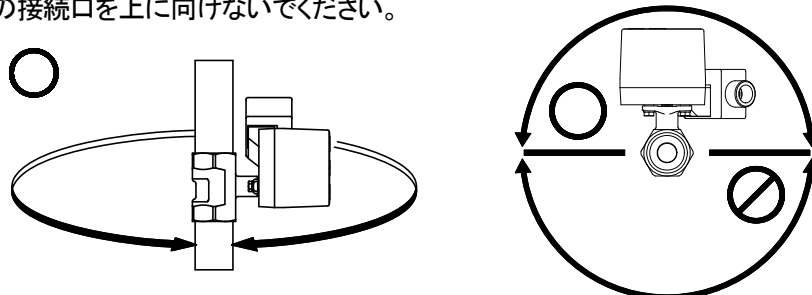

図 12
- アクチュエータ内部に水が浸入する可能性のある下向きバルブ取付けは行わないでください。配管可能な取付け姿勢は図12の通り、アクチュエータが上向きから横向きまでです。端子ボックスの接続口を上に向けないでください。